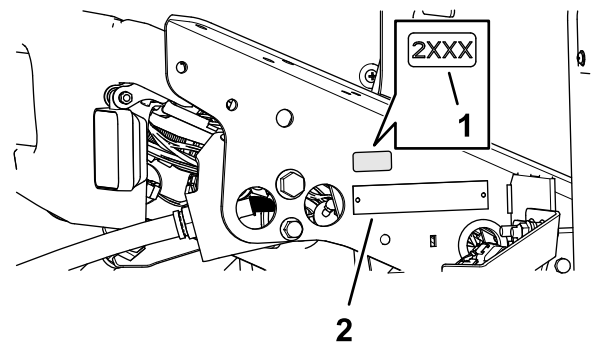

Figure 39
1. Avec de l'alcool à friction et un chiffon propre, nettoyez le support de plancher près de la plaque du numéro de série et laissez sécher le support (Figure 39).